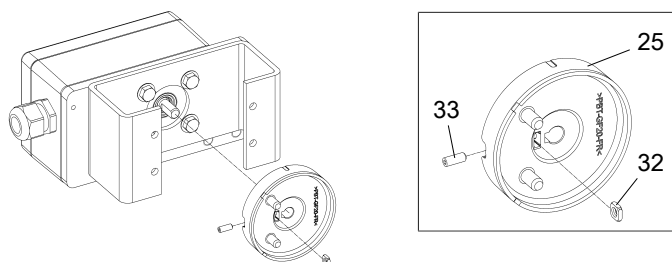
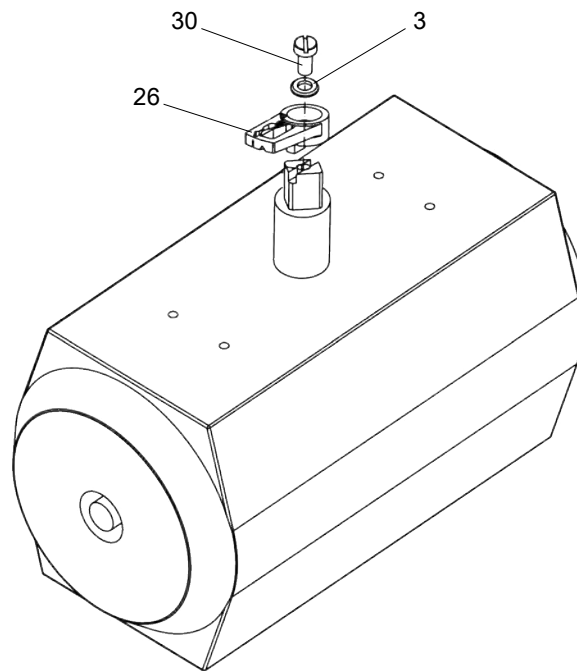

Abb. 13: Kupplungsrad
Abb. 14: Montage Mitnehmer am Antrieb
1. Abb. 13: VDI/VDE 3845-Anbaukonsole (31), antriebspezifisch, Lieferumfang Antriebshersteller, an der Rückseite der Signalbox aufsetzen und mit Sechskantschrauben (28) und Sicherungsscheiben (29) festschrauben.
2. Vierkantmutter (32) in das Kupplungsrad (25) einsetzen, Innensechskantschraube (33) in die Vierkantmutter (32) einschrauben.
3. Abb. 14: Kupplungsrad (25) bis Anschlag auf die Welle der Signalbox schieben, etwa 1 mm zurückziehen und Innensechskantschraube (33) mit dem mitgelieferten Innensechskantschlüssel (34) festziehen.